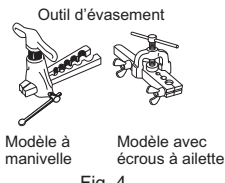
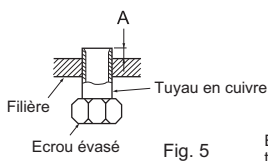

Fig. 4
Fig. 5
- Insérez complètement le tuyau de vidange dans le bac de vidange sur le côté arrière droit de l'unité interne. (Fig. 4)
- Insérez le tuyau de vidange dans le manchon d'ouverture murale (C) et fixez la partie supérieure de l'unité interne sur le gabarit d'installation (1). Déplacez ensuite l'unité interne complètement vers la gauche pour faciliter le placement de la tuyauterie à l'arrière de l'unité.
- Découpez une partie du carton d'expédition, roulez-le, fixez-le sur la saillie arrière et utilisez-le comme entretoise pour soulever l'unité interne. (Fig. 5)
- Raccordez la conduite de réfrigérant à l'aide du tuyau télescopique (B).
- Repoussez fermement la partie inférieure de l'unité interne sur le gabarit d'installation (1).
- Travaux d'évasement (Fig. 4, 5). Tenez fermement le tuyau de cuivre dans la dimension indiquée dans le tableau. Sélectionnez A mm dans le tableau suivant l'outil que vous utilisez.